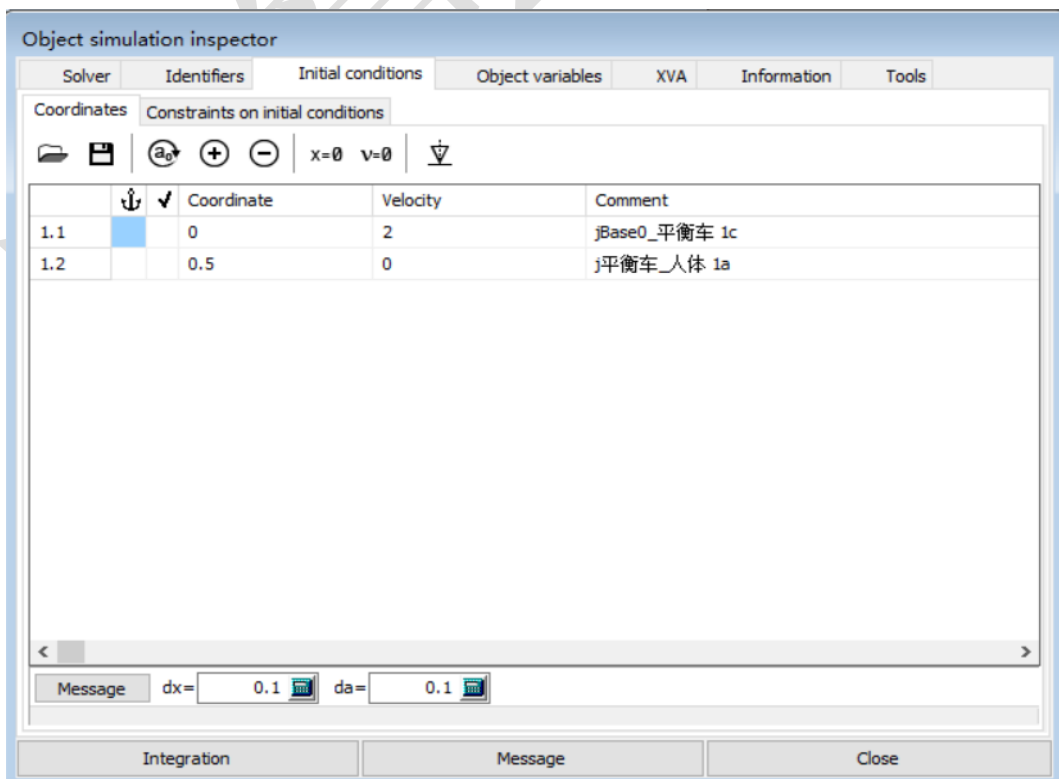

图 2-152
10) 切换到 **Initial conditons** 页面，设置平衡车初始速度 2 m/s，人体相对平衡车初始角度 0.5 rad，如图 2-152。